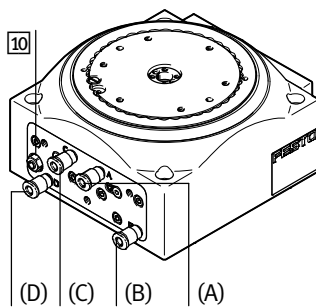

Fig. 10
Режим правого вращения управляется внутренне через дроссель 10. Режим возвратно-поступательного движения должен управляться внешне через дополнительный дроссель с обратным клапаном GRLA, Канал (C), Fig. 10 (→ www.festo.com/catalogue).